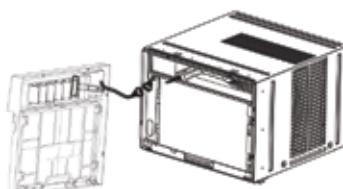

FIG. 4
6. Desconecte el enchufe de la placa de control y coloque el panel frontal a un lado. (Vea la Fig. 4)